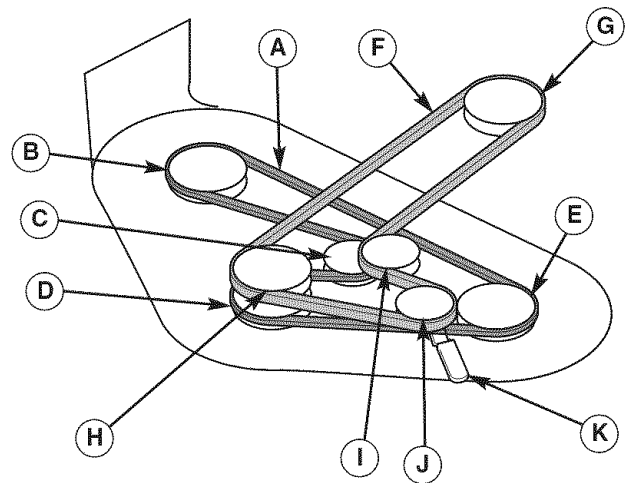

Figura 38. Disposición de Banda de PTO
2. Use el brazo de la polea tensora (K, Figura 38) para liberar la tensión en la banda y quitar la banda de tracción de la podadora (F) de la polea de PTO (G).
4. Instale la banda nueva (F) como se muestra en la Figura 38.
Póngase en contacto con un Centro de Partes y Reparaciones de Sears respecto a un reemplazo de la banda de tracción del árbol de sujeción (A, Figura 38).